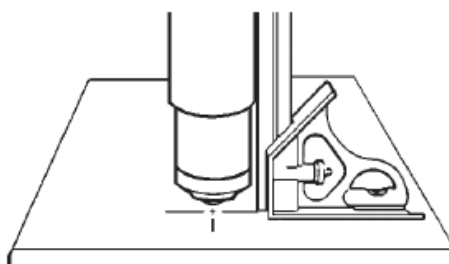

Рис.4 Корректировка расстояния между плазмотроном и заготовкой
3. Установите плазмотрон перпендикулярно относительно разрезаемого изделия как на рис.4